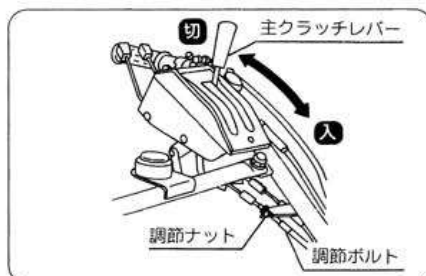

図40
- ④ ワイヤの調節は、ワイヤの調節ナットをゆるめて調節ボルトを回してアウターの長さを替えて調節をおこなってください。(図40)